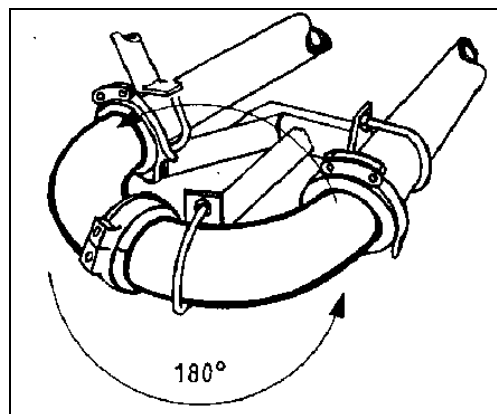

Fig. 4
- Desmontar los codos completos y girarlos 180°, es decir el lado de entrada ahora se encuentra en el lado de salida (Fig. 4).